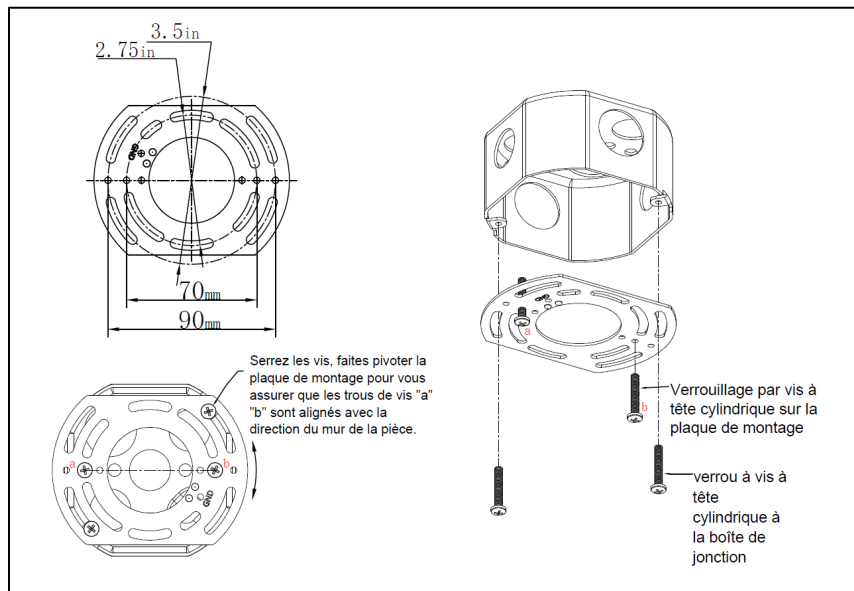

Figure 8
1. Installez deux vis (1) dans les trous filetés « a » et « b » avec la tête de vis à 1/4 d'affleurement avec la plaque de montage. (Voir Figure 8)
2. Vérifiez la dimension du trou de montage de la boîte de jonction pour décider quelle paire de fentes de plaque de montage utiliser. Installez deux vis (1) dans les trous filetés de la boîte de jonction, tournez la plaque de montage pour vous assurer que le trou de vis "a" "b" est aligné avec la direction du mur de la pièce avant de serrer les vis et fixez la plaque de montage. (Voir Figure 8)